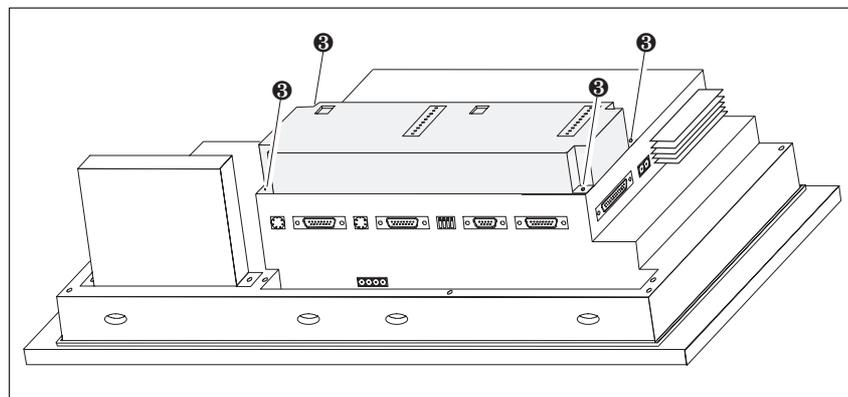

Figura 18-6 Fissaggio del modulo di tasti diretti all'OP (esempio OP37)
- Fissare il modulo di tasti diretti, con le quattro viti **3** comprese nella fornitura, all'OP (vedi figura 18-6).